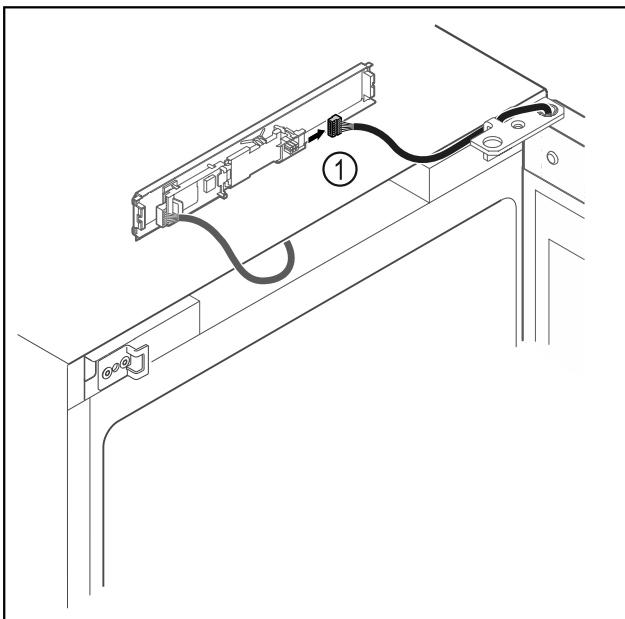

Fig. 20
► Stecker Fig. 20 (1) von Platine abstecken.